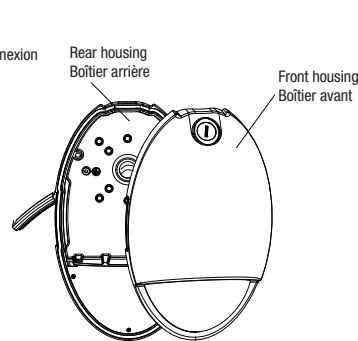

Fig. 1G
- Connect the quick connector and put in place the front housing on the rear housing using the two guide holes and rods (Fig. 1G).
- Branchez le connecteur rapide et mettre en place le boîtier avant sur le boîtier arrière en utilisant les deux trous de guidage et tiges (Fig. 1G).